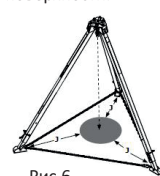

Рис.6
5. Тренога должна располагаться так, чтобы рабочая поверхность (колодец, и пр. ) находилась по центру между опорами (рис.6)